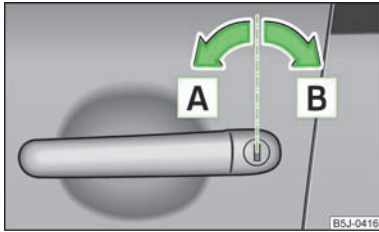

Abb. 11
- Den Schlüssel im Schließzylinder der Fahrertür in die Fahrtrichtung (Entriegelungsstellung) **A** drehen » Abb. 11.
- Den Schlüssel im Schließzylinder der Fahrertür entgegen der Fahrtrichtung (Verriegelungsstellung) **B** drehen » Abb. 11.